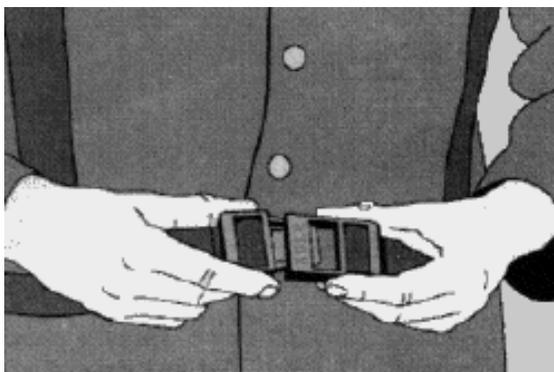

Figura 17
- Fechar o cinto encaixando as duas partes da fivela de fechamento (Figura 17). A tecla de abertura da fivela aponta para o lado do corpo.